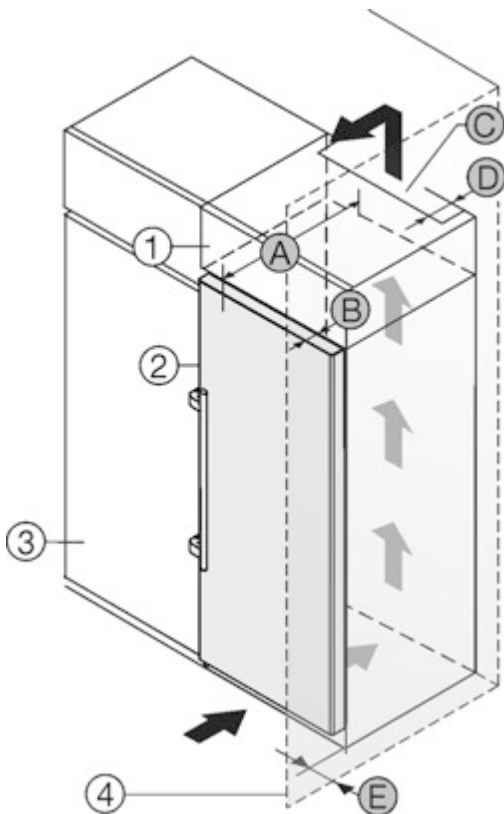

Fig. 2
Ви можете встановити пристрій безпосередньо поряд з кухонною шафою Fig. 2 (3)*.
Зі зворотного боку шафи для встановлення на пристрої слід передбачити вентиляційну шафу завглибшки Fig. 2 (D) на всю ширину цієї шафи.*
Слід дотримуватись вентиляційного отвору Fig. 2 (C) в стелі приміщення.*
Якщо пристрій із шарнірами встановлюється поряд зі стіною Fig. 2 (4), відстань між пристроєм та стіною повинна бути не менше 57 мм. Це відповідає необхідній відстані для ручки після відкривання дверцят.*
Щоб мати можливість повністю відкривати дверцята, потрібно, щоб пристрій виступав на відстань глибини дверцят Fig. 2 (B) відносно передньої панелі кухонної шафи. Залежно від глибини кухонних шаф Fig. 2 (3) та використання пристінних розпірок пристрій може ще більше виступати вперед.*